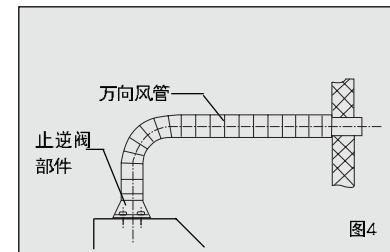

图4
2、将万向风管插入止逆阀座的槽内，并用 2 只 ST3X8 的螺钉紧固于止逆阀部件上（见图 4）。
- 3、将万向风管按图 4 所示引出室外或其它地方。